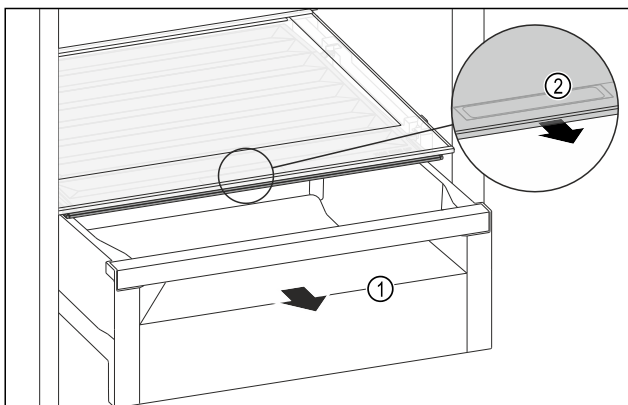

Fig. 200
- ▶ Schubfach Fig. 200 (1) herausziehen.
- ▶ Griffmulde Fig. 200 (2) am Fachdeckel anfassen und Fachdeckel gleichzeitig nach vorne ziehen.